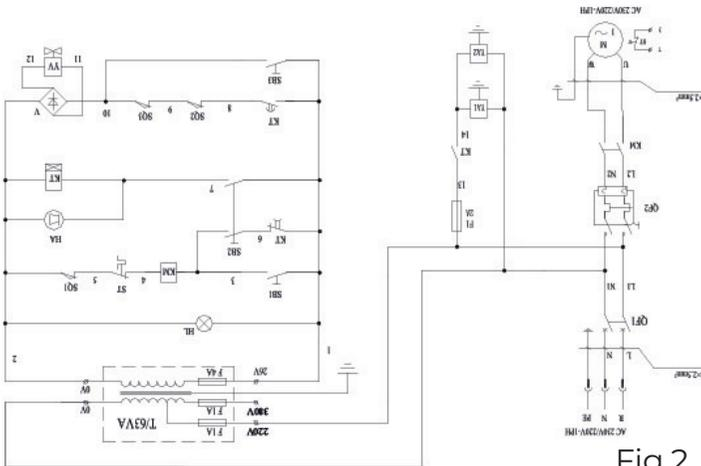

Fig.2
- Effectuez le raccordement électrique au bloc d'alimentation selon le schéma électrique (fig. 2) à l'aide du câble électrique fourni.
- S'assurer que les raccordements électriques sont conformes aux schémas Fig. 2